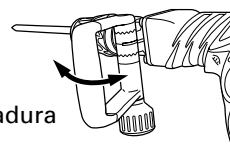
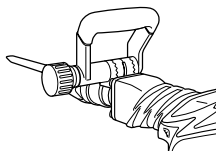
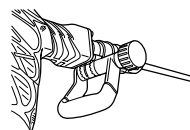

Fig. 6
Fig. 7
Fig. 8
- (2) Ajústela en una posición que facilite la operación vertical (hacia arriba y hacia abajo), como se muestra en la Fig. 6, la Fig. 7 y la Fig. 8.
- (3) Gire la empuñadura en el sentido de (B) para fijar el asa.